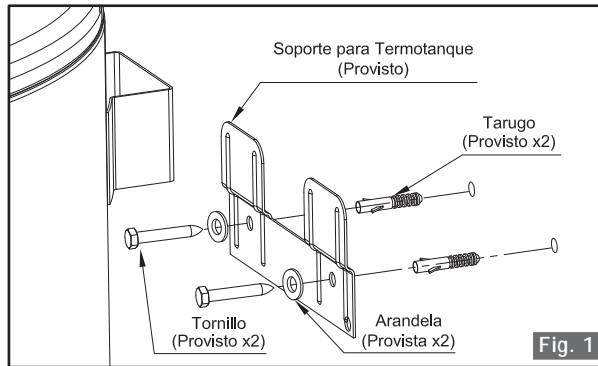

Fig. 1
- Agujeree utilizando el soporte provisto a modo de plantilla, se recomienda el uso de un nivel para asegurar que el soporte quede horizontal, luego coloque los tarugos, el soporte y las arandelas provistas y ajústelo firmemente con los tornillos también provistos. (Fig.1)